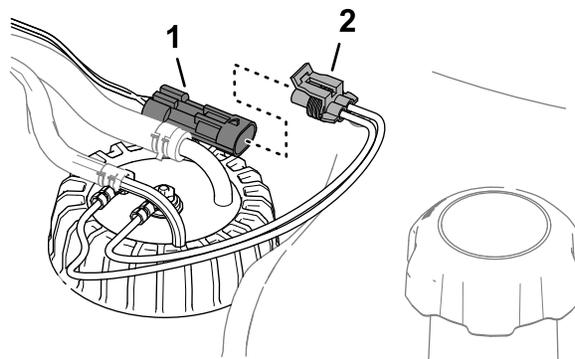

图 88
3. 从机器线束的 2 针接头处拆下燃油发送器线束的 2 插槽接头 图 88。